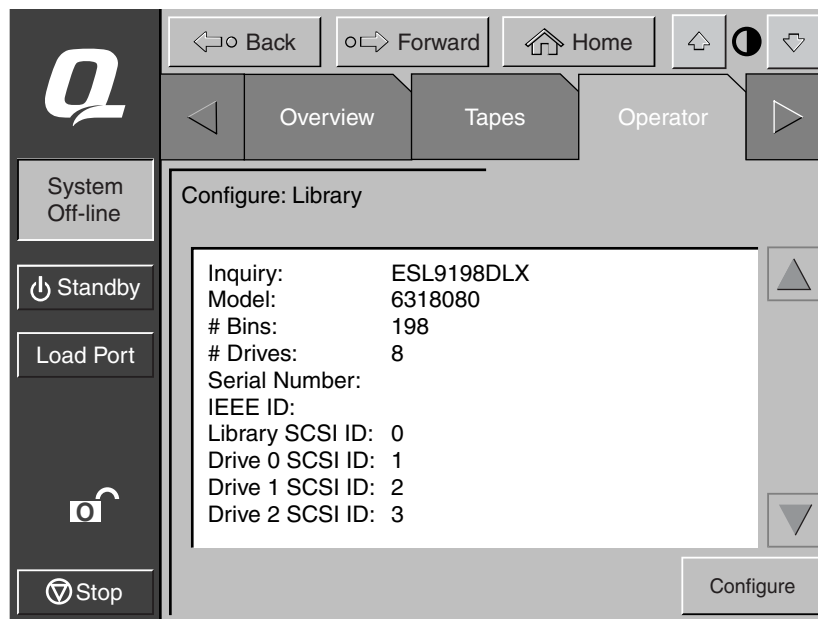

Figura 4-3: Schermata Configure: Library (Configura: Libreria) (ESL9198)
1. Nella schermata Operator (Operatore), premere il pulsante **Configure Library** (Configura libreria). Il pannello di controllo visualizza la schermata Configure: Library (Configura: Libreria). Vedere la Figura 4-3.